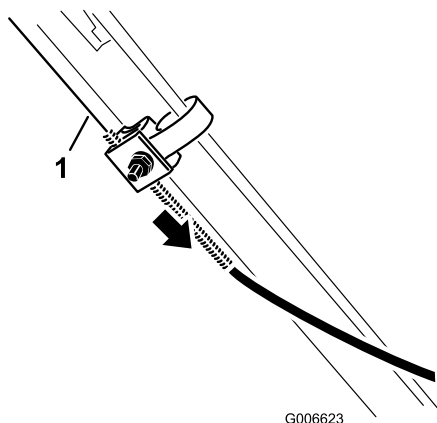

Figura 28
3. Abbassate la guaina del cavo finché non avrete eliminato l'imbandito del cavo esposto (Figura 28).